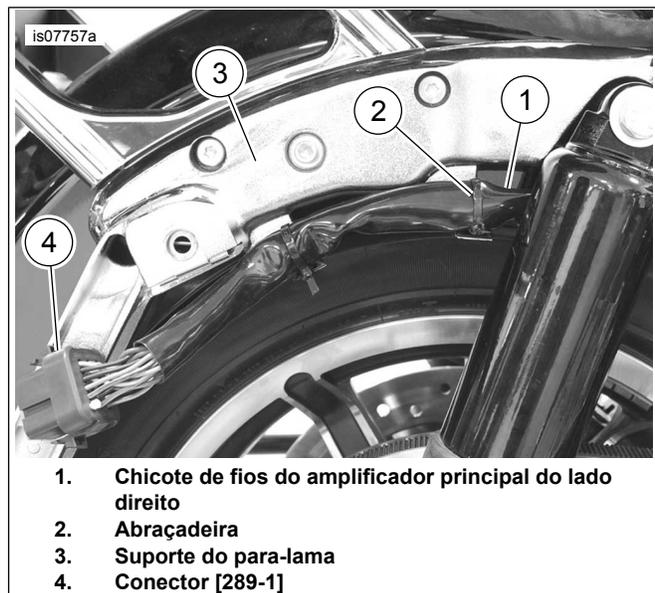

Figura 7. Passagem do chicote de fios do amplificador principal
1. Veja Figura 7. Oriente o chicote de fios do amplificador do lado do veículo (1) na área de montagem do alforje, começando pelo conector fêmea grande de 18 pinos do amplificador [289-1A], movendo-o para a frente do veículo. Oriente o chicote de fios seguindo o suporte do alforje (3).